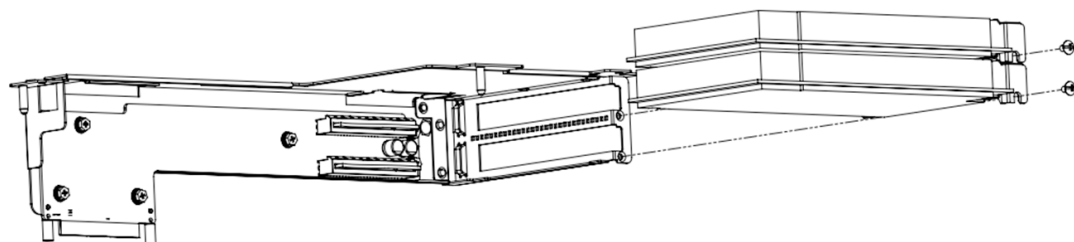

Figure 2.23 Assembly of FHHL Expansion Cards/ 安装全高半长扩充卡 / 安裝全高半長擴充卡
4. Insert the PCIe x8 expansion cards (FH/HL) into the proper slot then attach it. (See Figure 2.23)
4. 将 PCIeX8 全高半长扩充卡片插入适切的位置并使用文件片侧边螺丝锁紧（如图 2.23 所示）
4. 将 PCIeX8 全高半长扩充卡片插入适切的位置并使用档片侧边螺丝锁紧（如图 2.23 所示）